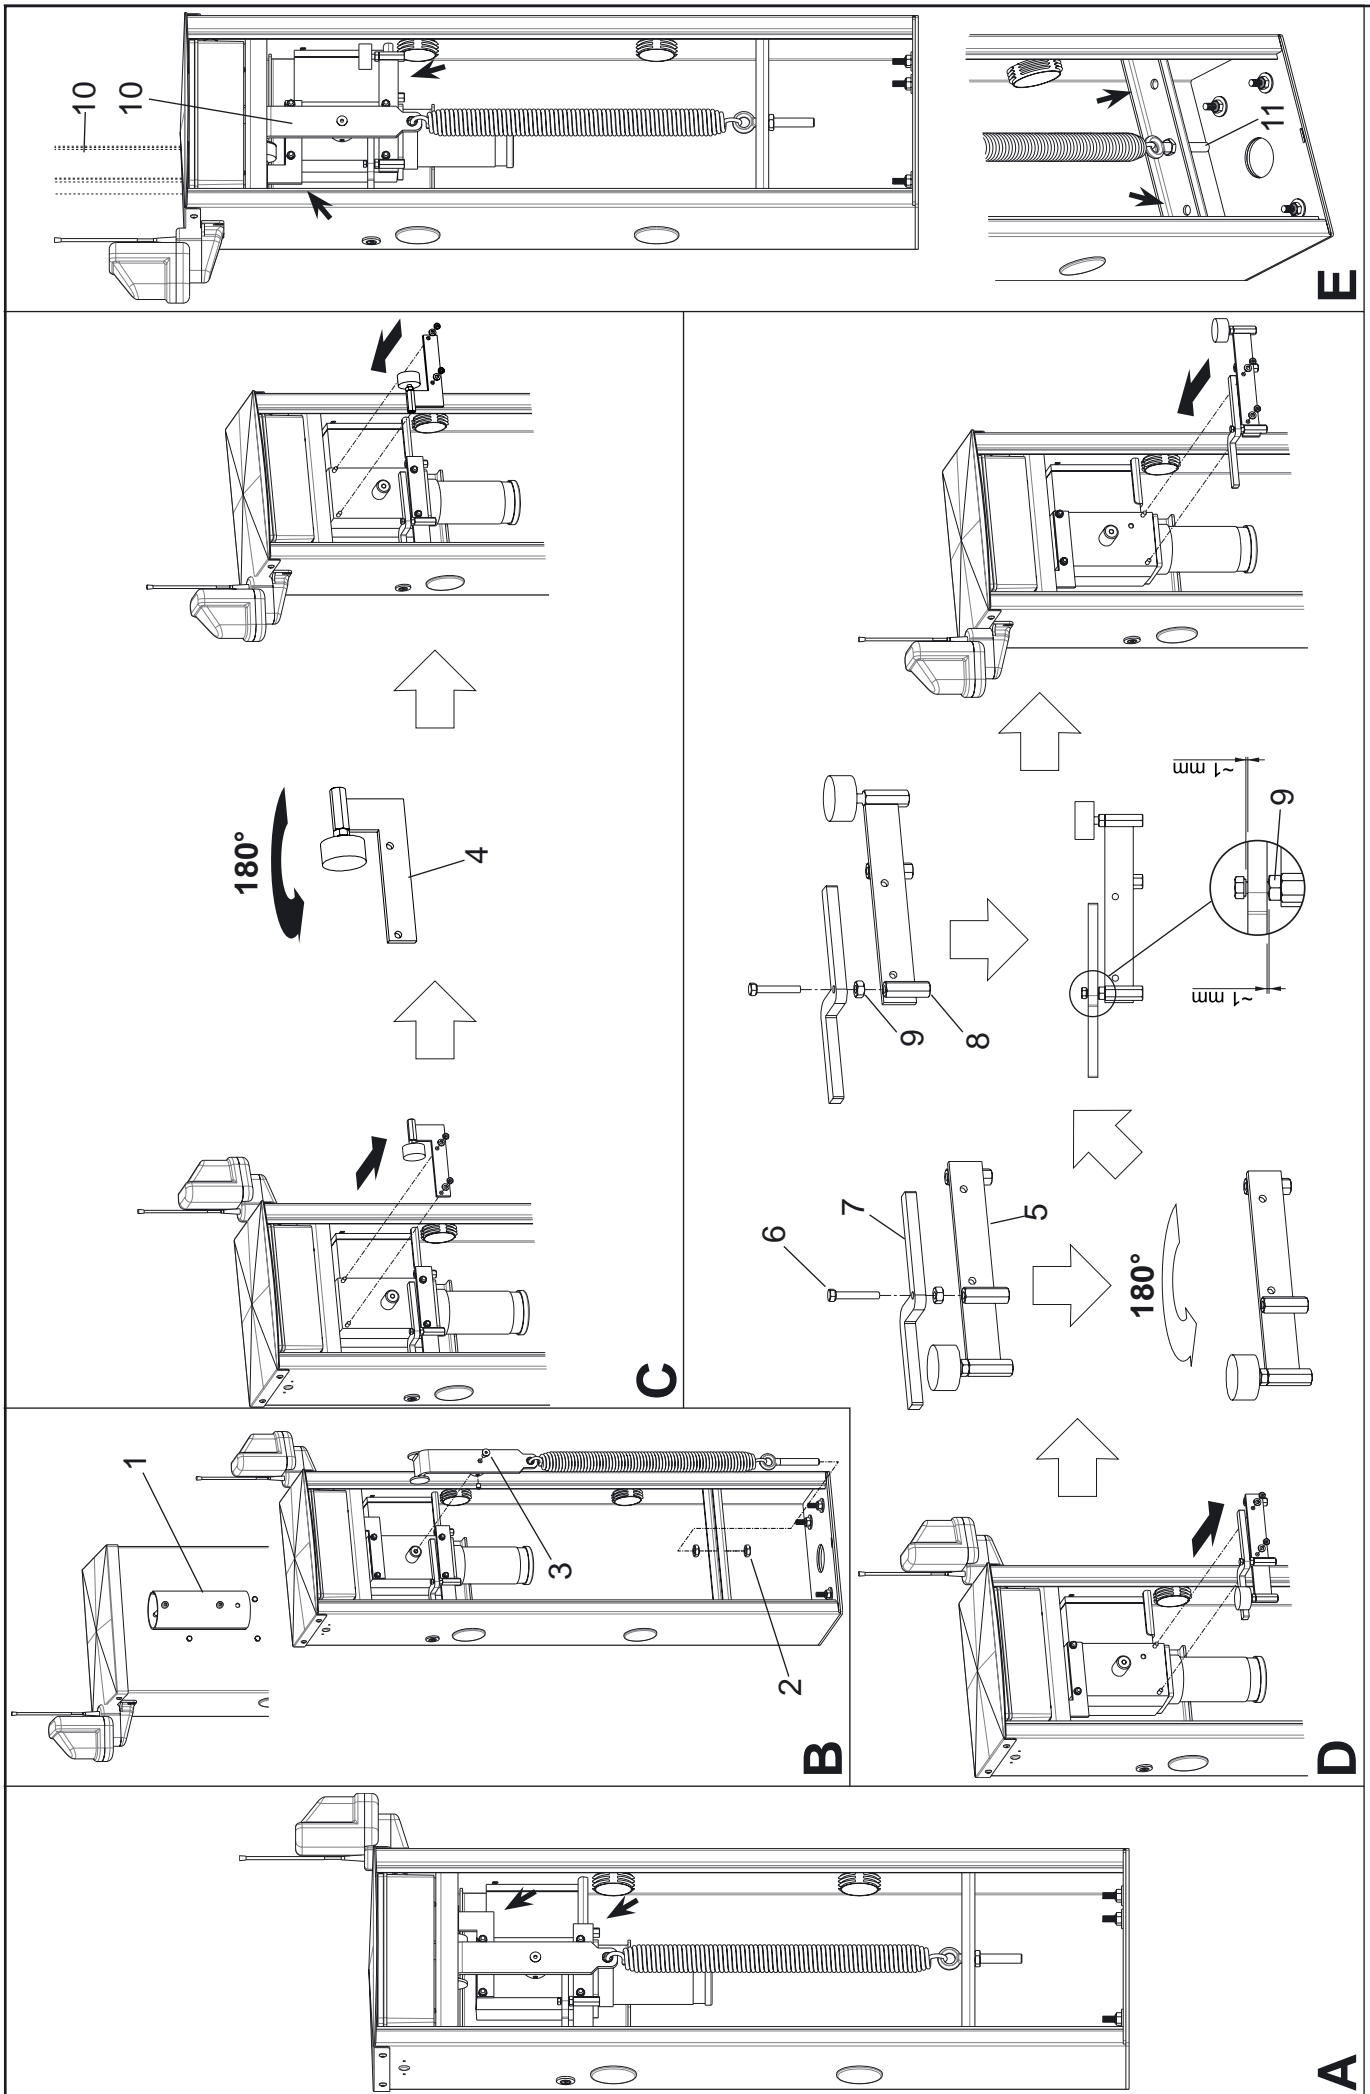

fig. 4
**BITTE BEMERKEN: sollte beim Auswuchten eine höhere Last als vorgesehen notwendig sein, muss die Öse (11 E, Abb. 4) im Loch nach rechts oder links verschoben werden, um die Last zu erhöhen bzw. zu verringern.**